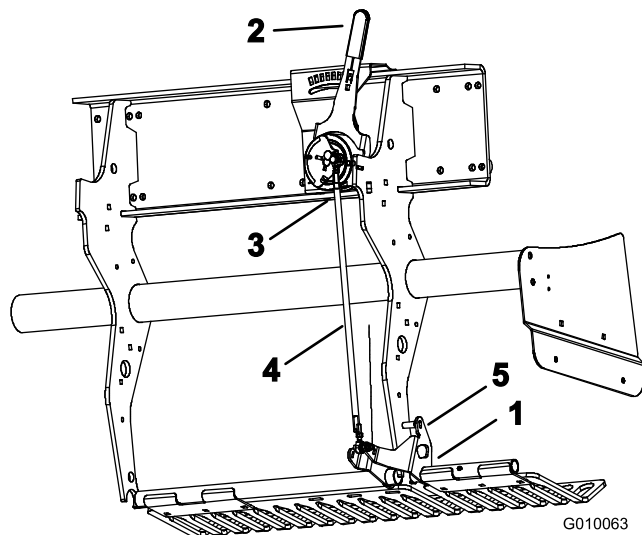

图58
2. 向上旋转左侧草坪防护装置安装支架图58直到支架与焊接在机架上的深度设置管之间可以插入一个锁定销5/16 钻杆或螺栓。
3. 将打孔深度杆图58移至H设置最深。
4. 从线束上断开外侧滚珠开关图58打孔头-低开关。
5. 松开深度调节拉杆上的锁紧螺母左和右图58。